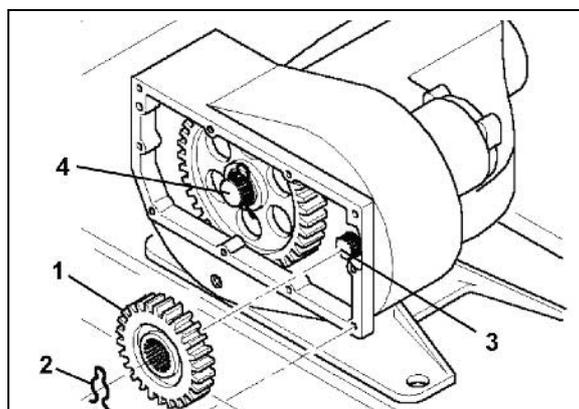

Fig. 47
Pour éviter que les pignons (Fig. 47/1) puissent se déplacer axialement, ils sont bloqués à l'aide de clips élastiques (Fig. 47/2) sur les extrémités d'arbre.
3. Retirez les clips élastiques (Fig. 47/2)
4. puis retirez les pignons des extrémités de l'arbre d'entrée (Fig. 47/3) et de l'arbre secondaire (Fig. 47/4).
5. Permutez les pignons en vous basant sur les indications fournies par le tableau (Fig. 47) ou remplacez les par un autre jeu de pignons.
6. Remplacez sur les deux arbres les clips élastiques (Fig. 47/2).
7. Reposez le couvercle (Fig. 47/2) avec son joint d'étanchéité (Fig. 47/4) et vissez le sur le carter du boîtier.